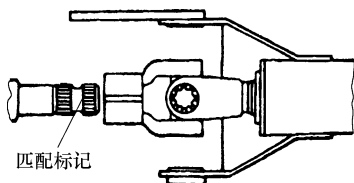

图 6-21 下转向轴的重新安装
6) 下转向轴的重新安装如图 6-21 所示。应使下转向轴的匹配标记(黄线)对准上转向轴叉的槽,然后装上。同样使联轴节叉部的槽对准下转向轴的匹配标记,然后装上。